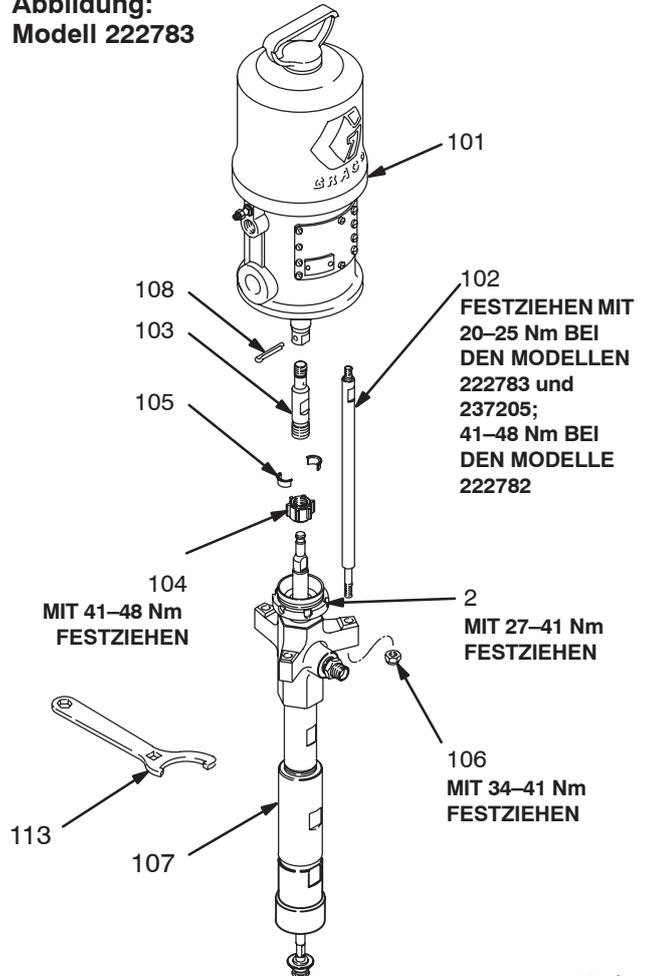

Abb. 3
2. Luftschlauch kuppeln. Materialauslassfitting (7) mit einem verstellbaren Schlüssel halten, damit er sich beim Abnehmen des Materialschlauchs nicht lösen kann. Pumpe von der Halterung abnehmen. Die relative Position des Materialauslasses an der Pumpe und des Lufteinlasses am Luftmotor merken.
3. Modelle 222782 und 222783: Mit einem verstellbaren Schlüssel die Überwurfmutter (104) von der Verbindungsstange (103) abschrauben. Die Klemmbacken (105) entfernen. Darauf achten, dass sie nicht hinunter fallen oder verloren gehen. Siehe Abb. 3. Modelle 237205: Den Stangenadapter mit der Überwurfmutter (103) von der Kolbenstange (21) abschrauben. Siehe Teilezeichnungen auf den Seiten 21 und 23.
4. Die Schlüsselflächen der Verbindungsstangen mit einem 11 mm-Schlüssel festhalten, damit sich die Stangen nicht drehen können. Mit dem Schraubenschlüssel (113) (der im Lieferumfang der Pumpe enthalten ist) bzw. mit einem 17 mm Ringschlüssel oder Steckschlüssel die Sicherungsmuttern (106) von den Verbindungsstangen (102) abschrauben. Vorsichtig die Unterpumpe (107) vom Luftmotor (101) abziehen.
1. Den Materialauslass der Pumpe so am Lufteinlass des Luftmotors ausrichten, wie dies in Schritt 2 im Abschnitt **Ausbauen der Unterpumpe notiert wurde**. Die Unterpumpe (107) auf die Verbindungsstangen (102) geben. Siehe Abb. 3.